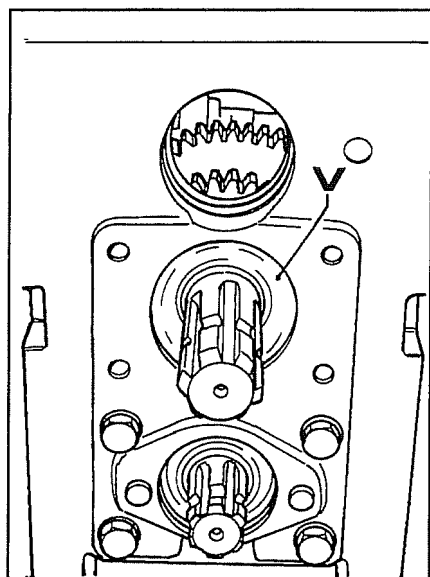

Fig. 16
6. Dalla parte posteriore del carter togliere l'anello paraolio **V** fig. 16 e l'anello elastico seeger sottostante.